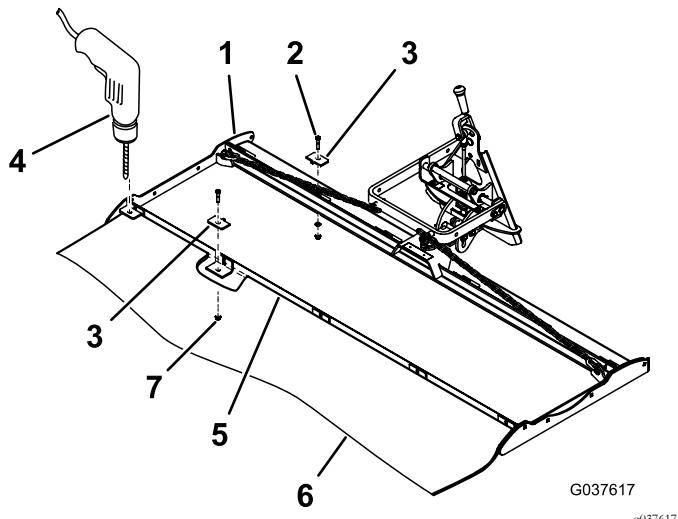

Bild 7
2. Wenn Sie die Kokosfasermatte befestigen, bohren Sie an jeder Klemmenstelle ein Loch (0,95 cm) in die Matte. Verwenden Sie den Mattenhalter als Schablone (Bild 7).
3. Befestigen Sie für beide Matten die Kante der Matte mit fünf Schrauben (3/8" x 1"), Mattenhaltern und Bundmuttern (3/8") am Schleppmattenträger, wie in Bild 7 abgebildet.